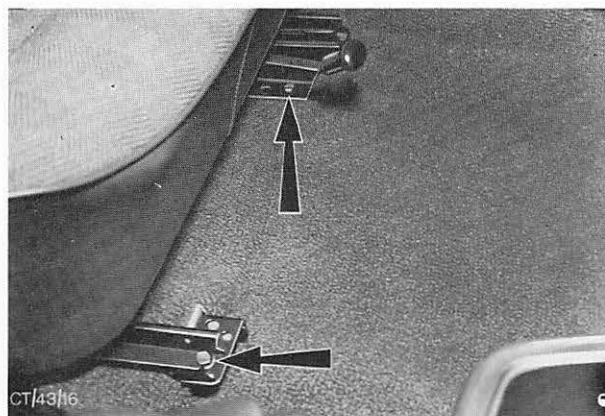

Abb. 51 Vordersitz ganz nach hinten schieben, um die vorderen Schrauben aus den Sitzverstellern zu entfernen.
2. Sitz nach hinten schieben und beide vordere Schrauben herausdrehen, Abb. 51, Sitz ausbauen.